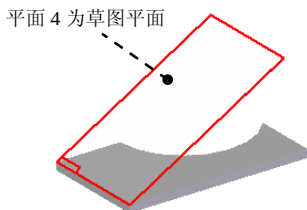

图 5.2.3 选取草图平面
(1) 选取草图平面。在系统 **单击平的面或参考平面。** 的提示下, 选取图 5.2.3 所示的平面 4 为草图平面, 进入草图绘制环境。